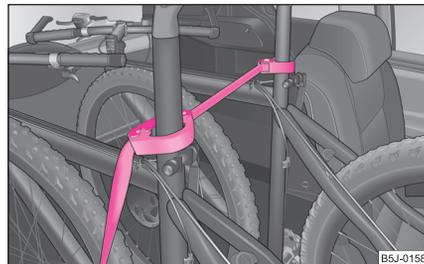

Fig. 69 Fijación de la bicicleta mediante abrazaderas
- Colocar la abrazadera con la pieza de goma delante (en sentido de marcha), lo más abajo posible, en el tubo de sillín y cerrar la abrazadera ⇒ fig. 69. ▶
- Para transportar dos bicicletas ha de tensarse la cuerda ⇒ página 70, fig. 69 entre los tubos de sillín.